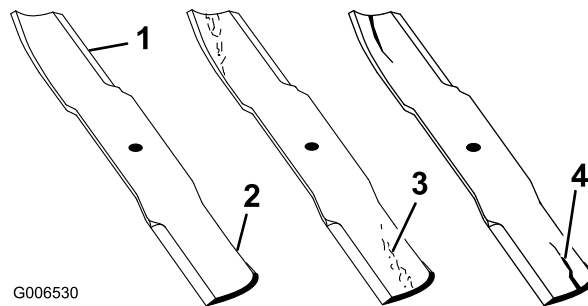

Bild 31
2. Prüfen Sie die Schnittkanten des Messers sorgfältig, insbesondere dort, wo die geraden Flächen die gebogenen berühren (Bild 31). Da Sand und anderes reibendes Material das Metall abschleifen kann, das die flachen mit den gebogenen Teilen verbindet, müssen Sie das Messer vor jedem Einsatz der Maschine prüfen. Tauschen Sie das Messer aus, wenn Sie eine Abnutzung feststellen (Bild 31); siehe Entfernen des Schnittmessers“.
Wenn sich das Messer abwetzen kann, bildet sich ein Schlitz zwischen dem Windflügel und dem flachen Teil des Messers (Bild 31). Zuletzt kann sich ein Stück des Messers lösen und aus dem Gehäuse herausgeschleudert werden. Das kann zu schweren Verletzungen bei Ihnen selbst und Unbeteiligten führen.